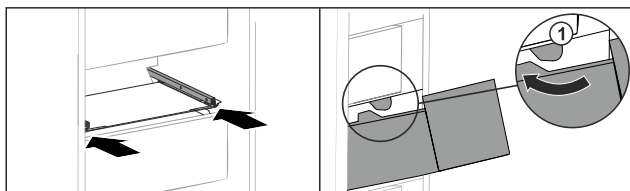

Fig. 168
- Lade rond de stoppers Fig. 168 (1) leiden.